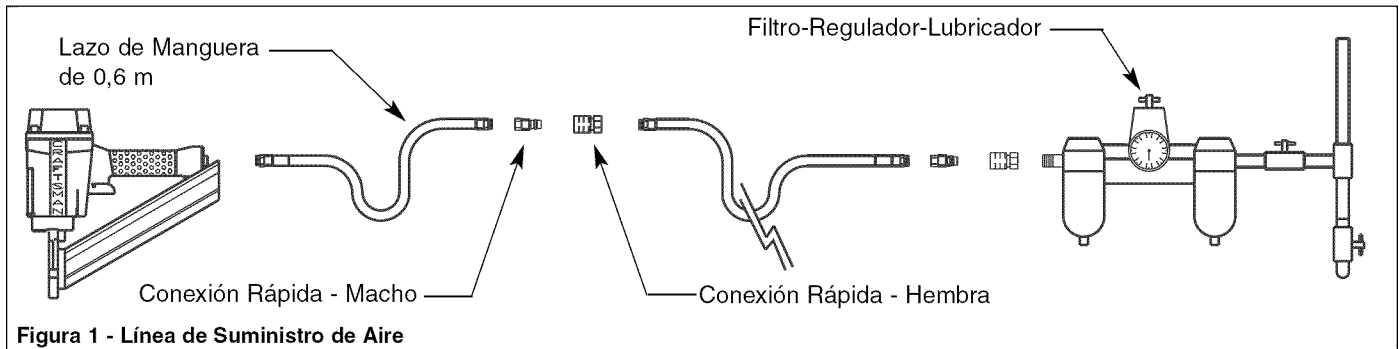

Figura 1 - Línea de Suministro de Aire
Refiérase a la Figura 1 (página 11).
- Se requiere un sistema de filtro-regulador-lubricador, el cual se debe colocar tan cerca de la herramienta como sea posible (vea le Figura 1). Recomendamos una distancia no mayor a 4,6 m.